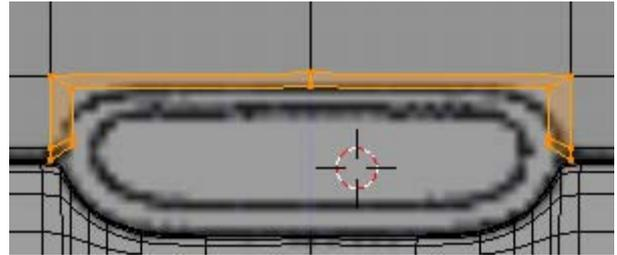

Figura 4.193
5. Elimine o vértice central criando uma cavidade rectangular. Seleccione o contorno e, na janela Back Ortho, faça uma extrusão seguida de escalamento, **[E] > [LMB] > [S]**, figura 4.193, e corrija a posição dos vértices inferiores.